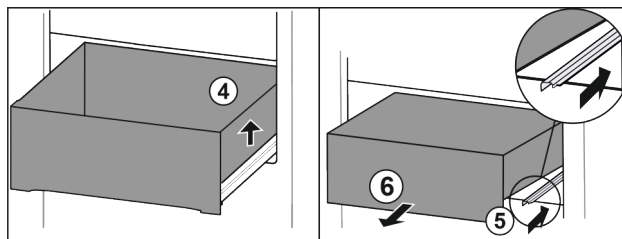

Fig. 107
- ▶ Podignite ladicu desno. Fig. 107 (4)
- ▶ Gurnite desnu vodilicu. Fig. 107 (5)
- ▶ Izvadite ladicu prema naprijed. Fig. 107 (6)